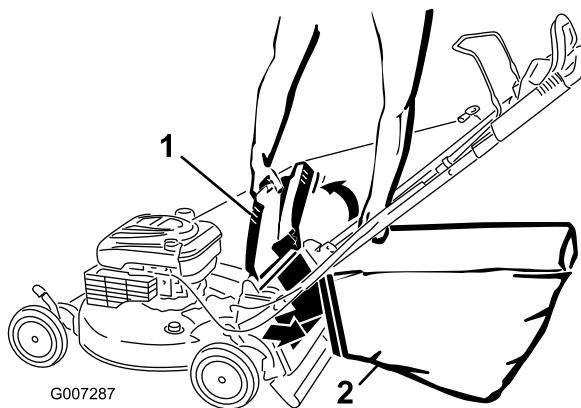

**Figure 23**
- Soulevez le déflecteur d'éjection et gardez-le dans cette position (Figure 23).
- Retirez l'obturateur d'éjection arrière (Figure 23).